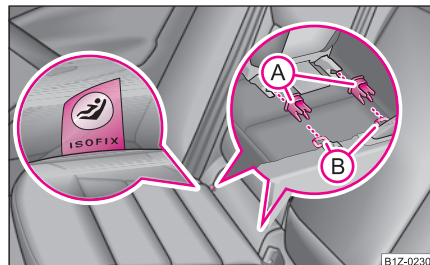

Fig. 181 Inelele de prindere (sistemul ISOFIX)
- Elementul de prindere **(A)** se introduce în inelele **(B)** existente la baza îmbinării spătarului scaunului cu perna ⇒ pagina 176, fig. 181.